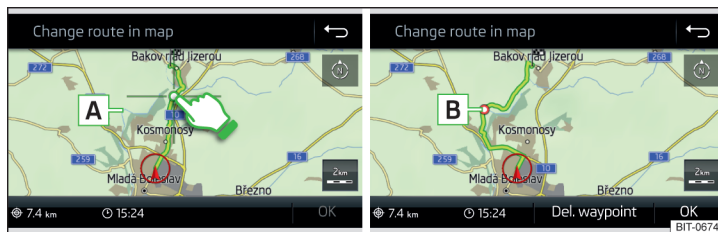

Fig. 243 Modification de l'itinéraire sur la carte / point de passage de l'itinéraire
- Touchez l'écran au niveau de l'itinéraire et déplacez le curseur à l'emplacement souhaité sur la carte, par ex. **A** » fig. 243.
Le point de passage **B** est inséré dans l'itinéraire » fig. 243.